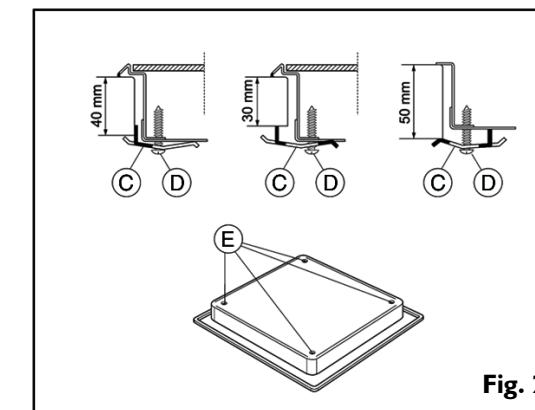

Fig. 2
**Attention :** si la table de cuisson doit être installée sur une surface autre qu'une surface en bois (marbre, plastique, céramique, pierre, etc.), rappelez-vous de demander les plaques de fixation auprès de votre Service Après-vente (fig. 2) Code 4819 404 78697.